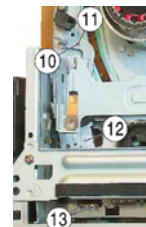

Fig. 5
- Bremsband ⑫ (Fig. 5) so einstellen, dass das Loch ⑩ des Bandzugfühlers über dem Loch ⑪ des Laufwerkchassis ist.
- Zum Abgleich die Drehmomentcassette entnehmen, Feder ⑬ (Fig. 5) umhängen und Vorgang wiederholen.